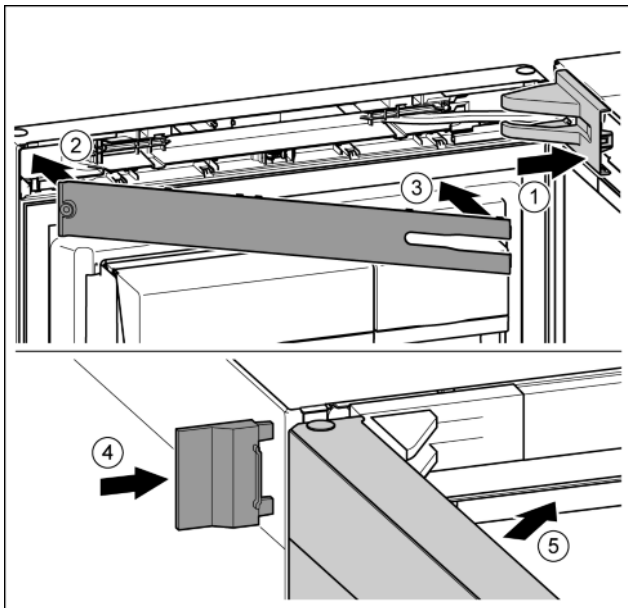

Fig. 24
- ▶ Lagerbockabdeckung aufsetzen und einrasten, ggf. vorsichtig auseinanderdrücken. *Fig. 24 (1)*
- ▶ Blende aufsetzen. *Fig. 24 (2)*
- ▶ Blende einschwenken und einrasten. *Fig. 24 (3)*
- ▶ Äußere Abdeckung aufschieben. *Fig. 24 (4)*
- ▶ Obere Tür schließen. *Fig. 24 (5)*